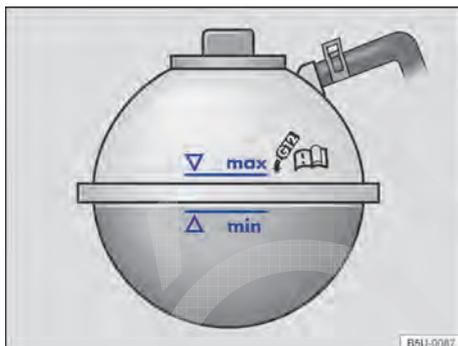

Fig. 153 No compartimento do motor: marcação no reservatório de expansão do líquido de arrefecimento do motor.
- Com o motor frio, verificar o nível do líquido de arrefecimento do motor pela marcação lateral do reservatório → Fig. 153.
- O nível do líquido de arrefecimento do motor deve permanecer dentro da marcação do reservatório → Fig. 153. **Não completar acima da marca "max"** → ⓘ!
- Completar com líquido de arrefecimento do motor somente até a marca "max" → Fig. 153. Caso contrário, ao aquecer-se, o líquido excedente será expulso do sistema de arrefecimento do motor e poderá causar danos.